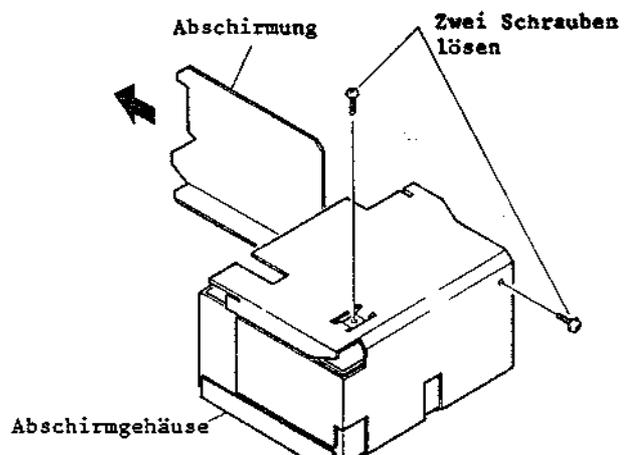

Abb. 2-209 Ausbau der Leiterplatten
6-3 Ausbau der Leiterplatten (Abb. 2-209, 2-210)
3. Die Abschirmung in Pfeilrichtung abnehmen (siehe Abb. 2-209).
4. Zwei (2) Befestigungsschrauben des Abschirmgehäuses entfernen.